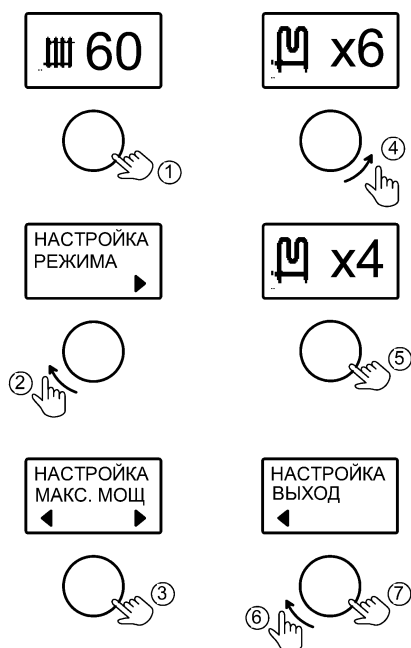

Рисунок 8. Настройка мощности прибора
10.2 Во вкладке «МАКС. МОЩНОСТЬ» - имеется возможность ограничения значения максимальной мощности прибора (см. рис. 8). При этом изменяется максимальное количество включаемых в работу ТЭНов.